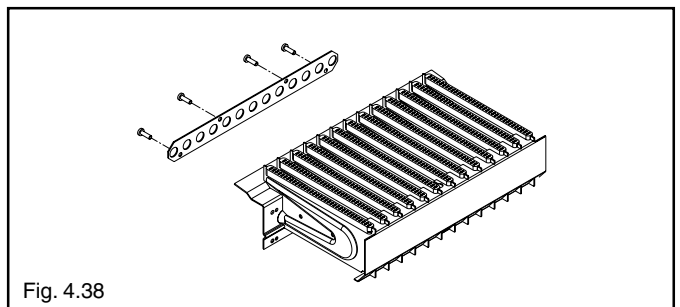

Fig. 4.38
- para la transformación de gas metano a GLP, montar la brida fijándola al quemador con los tornillos suministrados (elegir la brida según el número de inyectores del quemador) (fig. 4.38)
- para la transformación de GLP a gas metano quitar, si está presente, la brida posterior del quemador (fig. 4.38)